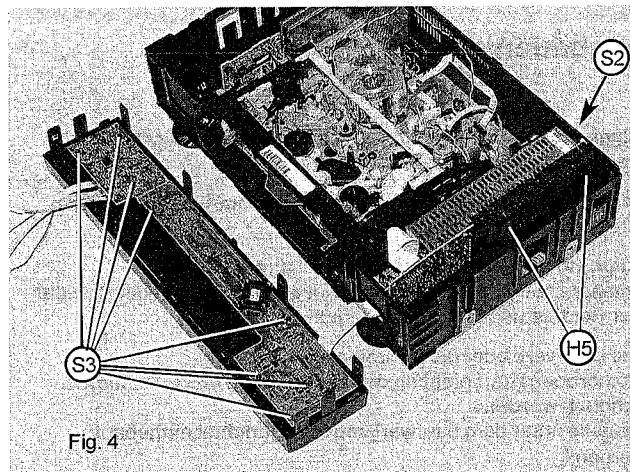

Fig. 4
5. Netzteil (Fig.1; Fig. 4)
- Die Schnapphaken H5 (Fig. 4) entriegeln und den Netzteil aus der Zarge heben.